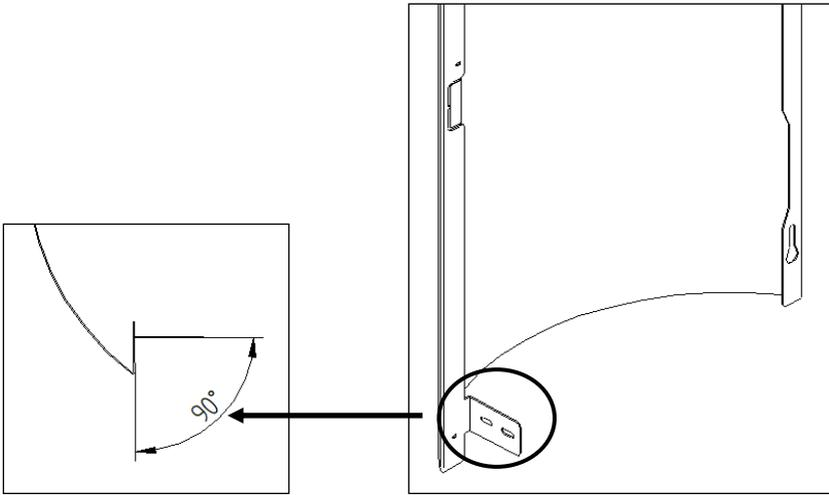

Figura 46 - Ángulo pestaña inferior
e) A continuación, para colocar las tapas laterales, primero debe doblar la pestaña como se muestra en la Figura 46 para asegurarse de que esté en un ángulo de menos de 90°.